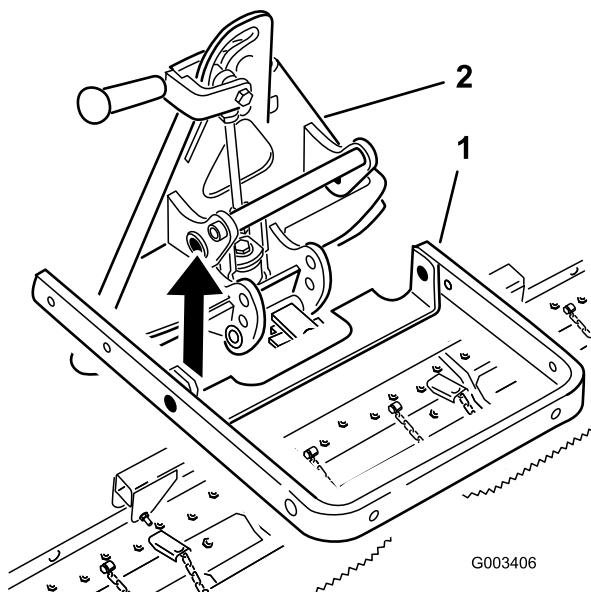
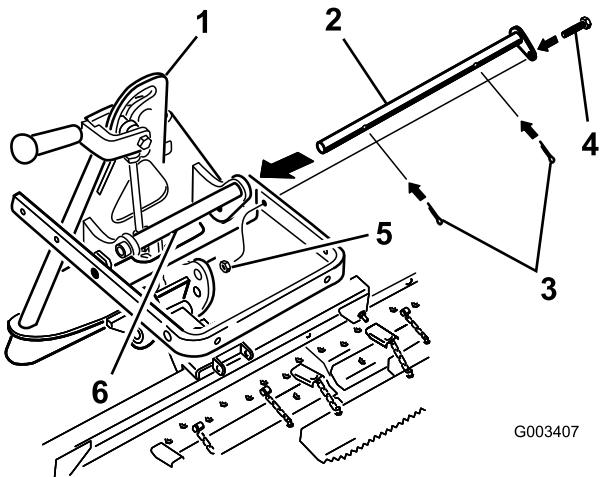

Figure 4
Figure 5
2. Alignez le bras de levage sur le support de l'adaptateur d'accessoire (Figure 4) et accouplez-les avec la barre d'articulation comme illustré à la Figure 5.
**Remarque:** Lorsque vous déplacez l'adaptateur d'accessoire, servez-vous de la poignée prévue au dos (Figure 5).
3. Fixez la barre d'articulation avec 2 goupilles fendues et un boulon (3/8 x 1-1/4 pouces) (Figure 5).
Soulevez toujours l'accessoire par la poignée située au dos de l'adaptateur (Figure 5).